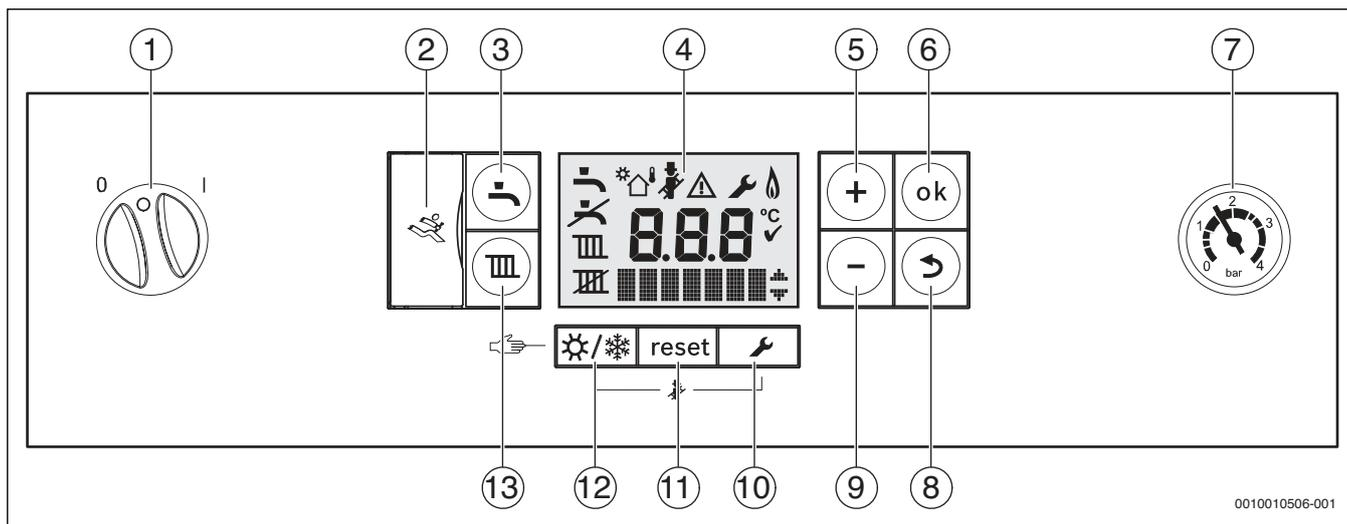

Рис. 1 Панель управления с открытой крышкой
- ▶ Включите котел пусковым выключателем (→ рис. 1). Загорается дисплей и через некоторое время показывает температуру котла.
- ▶ Выключите котел пусковым выключателем (→ рис. 1).
Таб. 1 Знаки на дисплее (→ рис. 1)